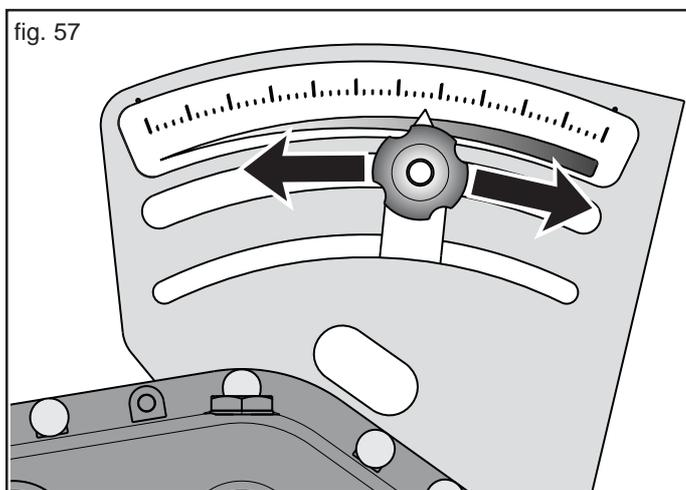

fig. 57
- 7) ... den Hebel bis an das Ende der Skala «0» (Null)senken und ihn anschließend auf den gewünschten Wert bringen (Abb. 57).